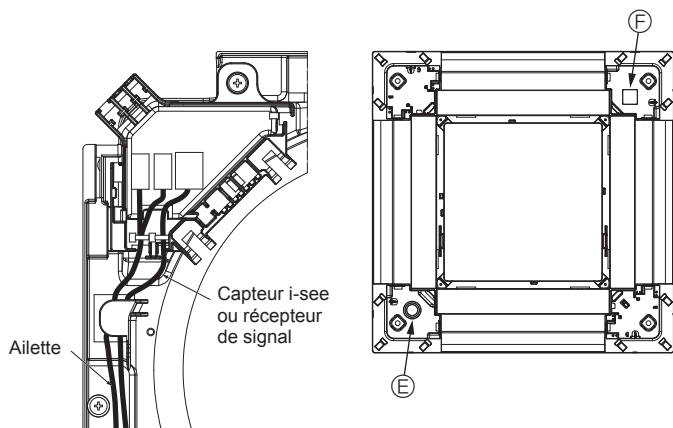

Fig. 6-14
- **Faites passer les fils du Capteur i-see et du récepteur de signal comme illustré dans la Fig. 6-14.**